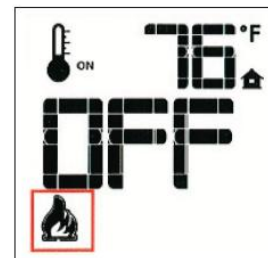

Figure 44. Brûleur éteint
■ Le système étant sous tension (à «ON») et le niveau de flamme du brûleur au maximum, appuyez une fois sur la touche fléchée Bas (∇) pour réduire la hauteur de flamme d'un niveau. Chaque fois que vous appuyez sur la touche «Bas», la flamme diminuera de niveau jusqu'à ce que le brûleur soit finalement éteint. Fig. 44.